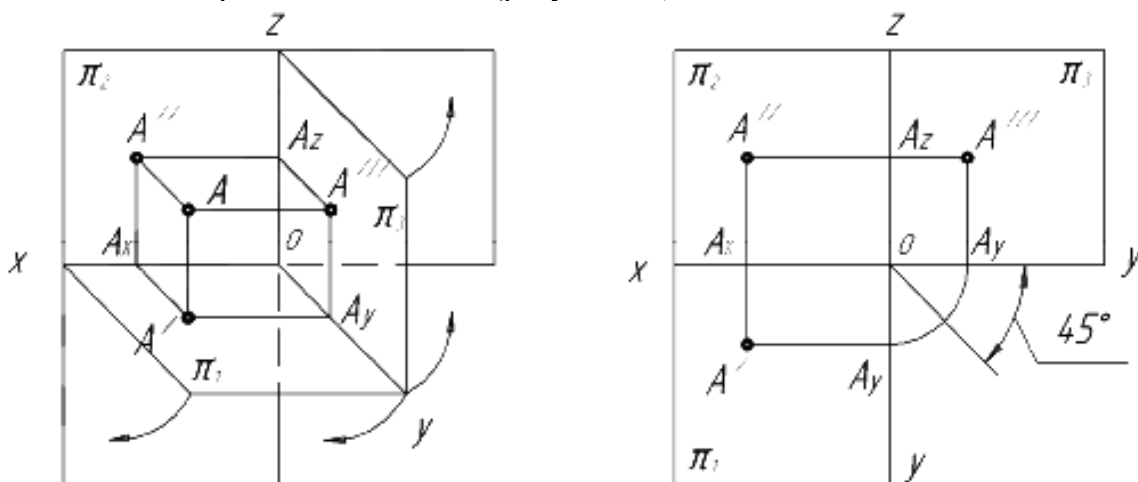

Рисунок 4.2 – Образование комплексного чертежа в системе плоскостей проекций  $\pi_1, \pi_2, \pi_3$
2) Система плоскостей проекций  $\pi_1, \pi_2, \pi_3$  (рисунок 4.2)